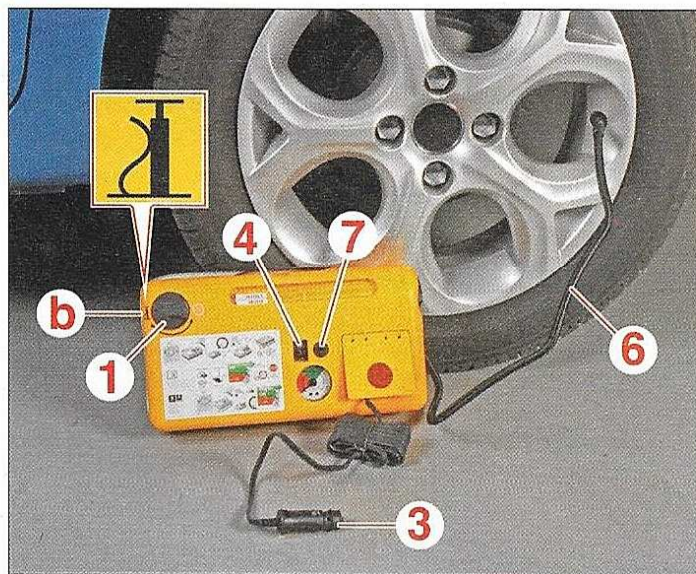

FIG.2
- Tourner la commande (1) sur la position (b) (Fig.2).
- Dérouler complètement le tuyau noir (6) et le raccorder à la valve du pneumatique réparé.
- Brancher l'adaptateur (3) à la prise 12 V du véhicule.
- Pour gonfler : mettre en marche le compresseur en basculant la commande (4) sur la position "I".
- Pour dégonfler : basculer la commande (4) sur la position "0" et faire chuter la pression en appuyant sur le bouton (7).